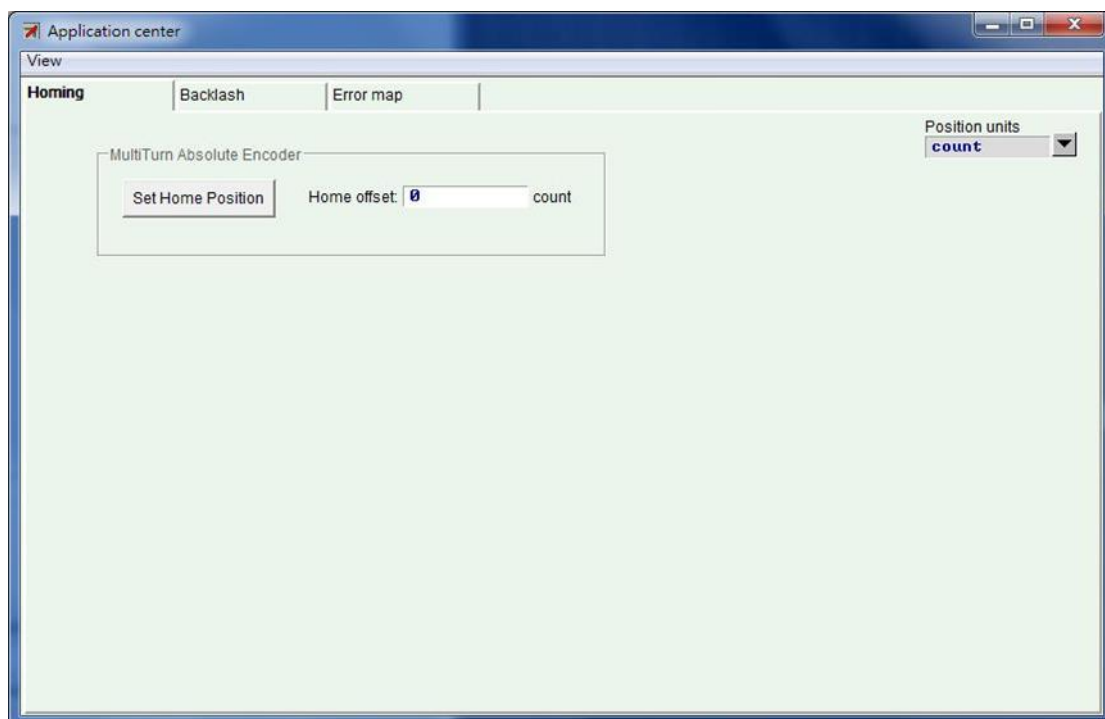
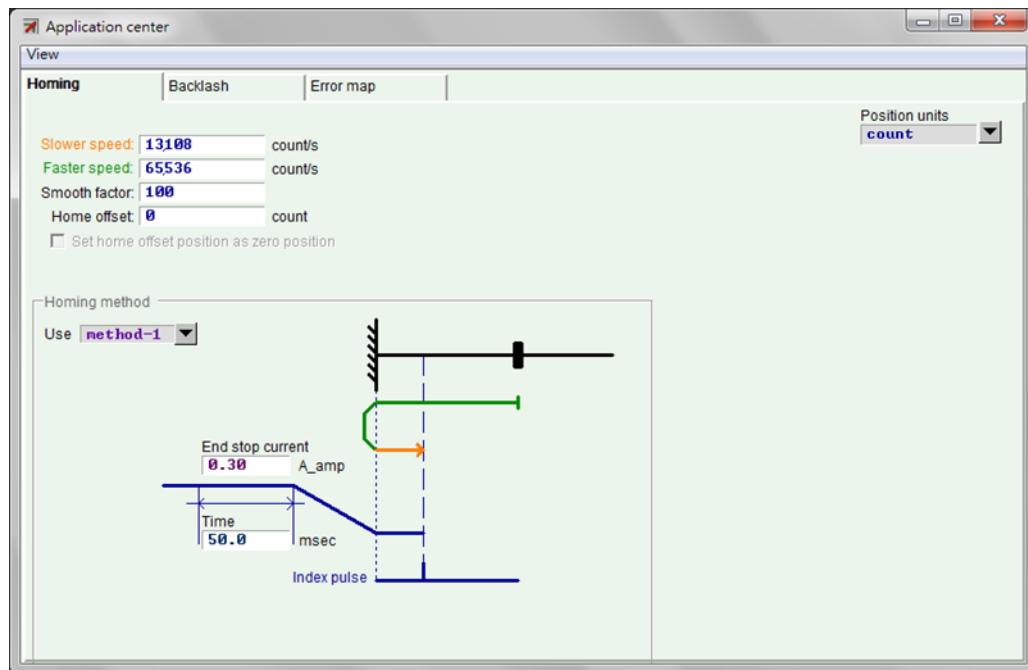

図 5.7.3.1
図 5.7.4.1
- (1) 保存中、エミュレートされたエンコーダー出力は一時的に無効になります。そのため、上位コントローラーをエミュレートしたエンコーダー出力に接続すると、受信した位置情報が失われる場合があります。これに注意してください。
- (2) 「Error map」の補正值は本機能では保存されません。「Error map」ウィンドウで「Save」手順を実行して、補正值を保存します。
図 5.7.3.1に示すように、HMIメインウィンドウの[Tools]メニューで[Set parameters to factory default]を選択して、ドライバーのパラメーターを工場出荷時の設定に復元します。次に、図 5.7.4.1 (Lightening 0.180~0.185Aのバージョンの場合)のウィンドウが表示され、ユーザーがドライバーを工場出荷時のデフォルトに設定するかどうかを尋ねられます。エラー安定を同時にクリアする必要がある場合は、「Clear error table in flash then reset drive」オプションをチェックし、「Yes」ボタンをクリックしてこの機能を自動的に実行します。「Clear error table in flash then reset drive」オプションをチェックすると、プログラムは「Notice」ウィンドウを表示して、デフォルト設定をドライバーに保存し、「Error map」をクリアする前にドライバーをリセットすることをユーザーに通知します。図 5.8.2.1に示すように、「Yes (Y)」ボタンをクリックすると、プログラムは「Set parameters to factory default」のウィンドウで選択した機能を実行します。ただし、「No (N)」ボタンをクリックすると、「Set parameters to factory default」のウィンドウに戻り、実行に必要な機能を再選択できるようになります。パラメーターが工場出荷時の設定に復元された後、ドライバーは自動的にリセット機能を実行します。